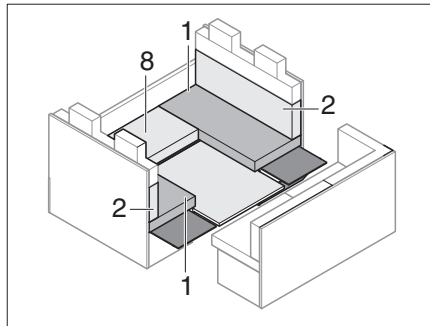

Fig. 193 Pendant la transformation
- Enlever le coussin d'assise (Fig. 193,8) et le soubassement.